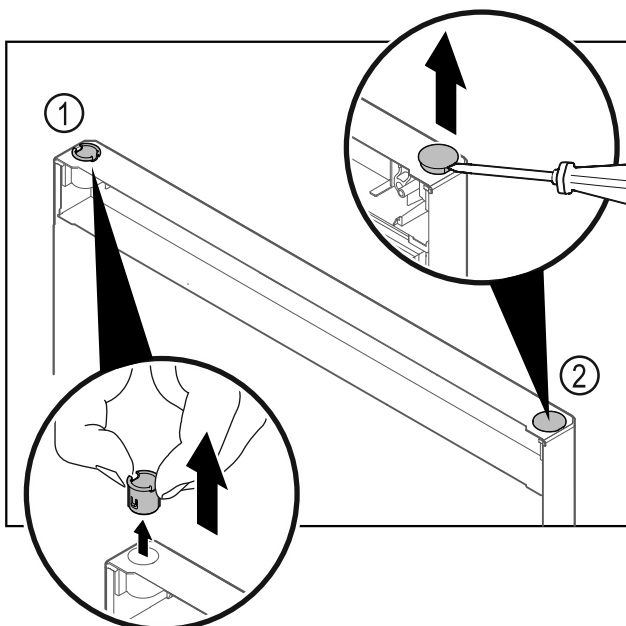

Fig. 15
- ▶ Extraer el casquillo de bisagra Fig. 15 (1) con los dedos.
- ▶ Levantar cuidadosamente el tapón Fig. 15 (2) con un destornillador para tornillos de cabeza ranurada y extraerlo.